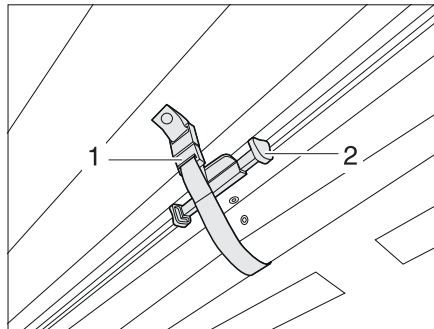

Fig. 10 Fixer le dispositif occultant plissé du pare-brise
- Pousser le dispositif occultant plissé pour le pare-brise vers le haut avec la poignée (Fig. 10,2) jusqu'à ce qu'il se verrouille. Le fixer avec la boucle de fermeture (Fig. 10,1). Le dispositif occultant plissé est bloqué.